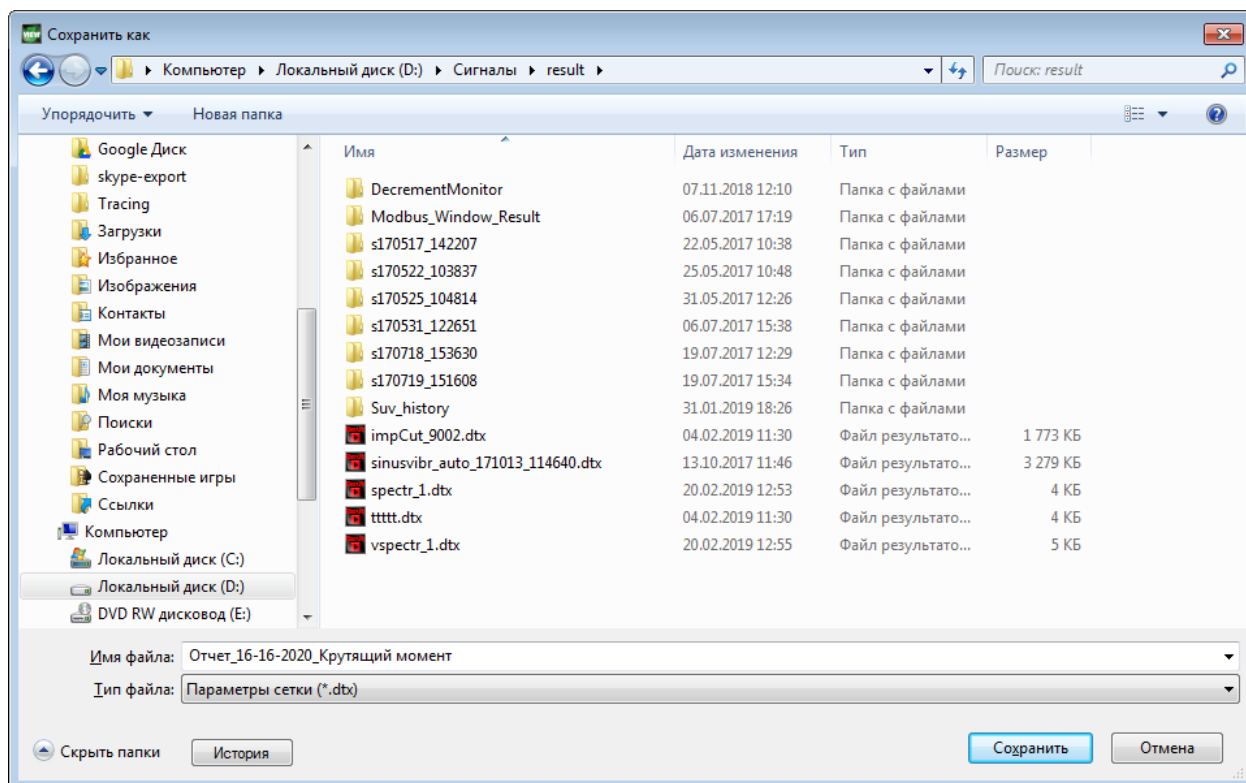

Рис. 8.2 Сохранение файла с графиками измеренных характеристик
8. По окончании измерений сохранить файл отчета с графиками измеренных характеристик, активировав кнопку «Сохранить». В открывшемся окне указать директорию и имя сохраняемого файла (Рис. 8.2).